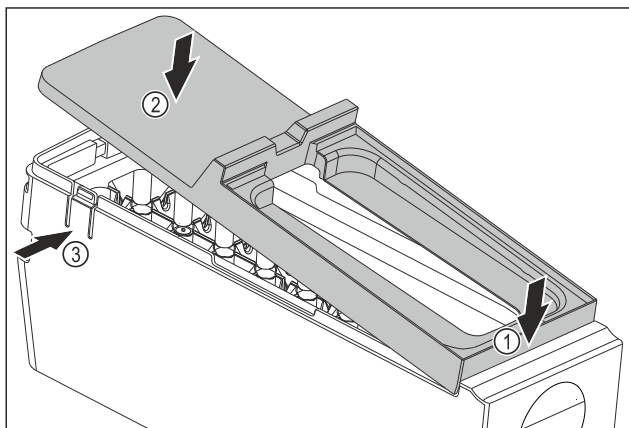

Fig. 94
- ▶ Montáž krytu korpusu EasyTwist-Ice: Kryt nasadíte vpredu. Fig. 94 (1)
- ▶ Kryt spustíte dozadu. Fig. 94 (2)
- ▷ Kryt počutelné zapadne od oboch strmeňov Fig. 94 (3).